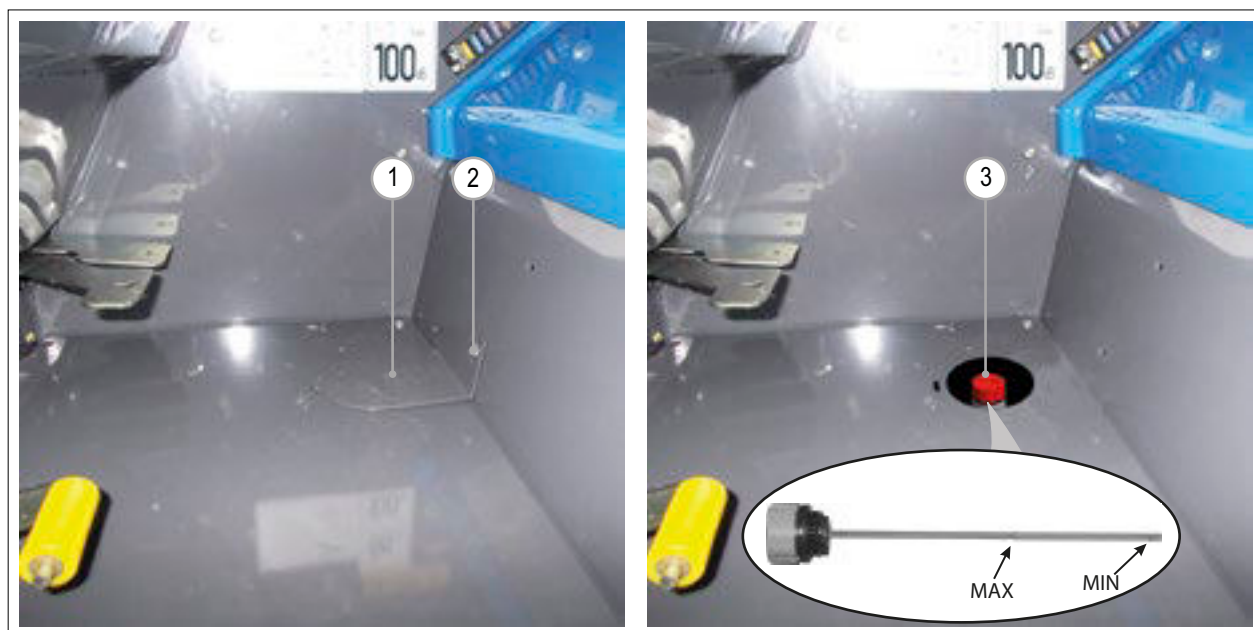

FIG. 32
- 2) Skru knoppen af (FIG. 32 - Ref. 2) for at åbne dækslet (FIG. 32 - Ref. 1) under førerplatformen.
- 4) Tjek niveauet på den hydrauliske væske i tanken vha. oliepinen. Niveaulet bør være i det normale måleområde mellem de to hak på oliepinen. (FIG. 32 - Ref. 4).